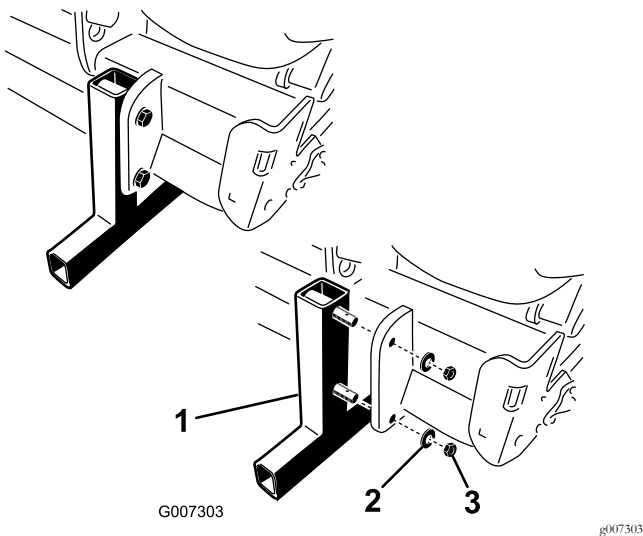

図 19
2. 格納保管用フタンドをエアレータとを固定しているナットとロックワッシャを外す 図 19。
4. 格納保管用のスタンドのピンにリンチピン 付属部品に入っている を取り付ける 図 19。